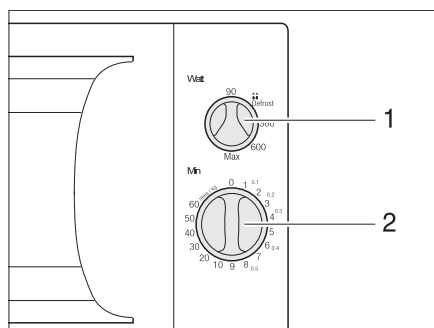

Fig. 218 Elementi di comando del forno a microonde
- Ruotare il pomello girevole (Fig. 218,1) sulla potenza desiderata.
- Impostare il tempo di cottura, servendosi del pomello girevole (Fig. 218,2). Inizia la cottura.